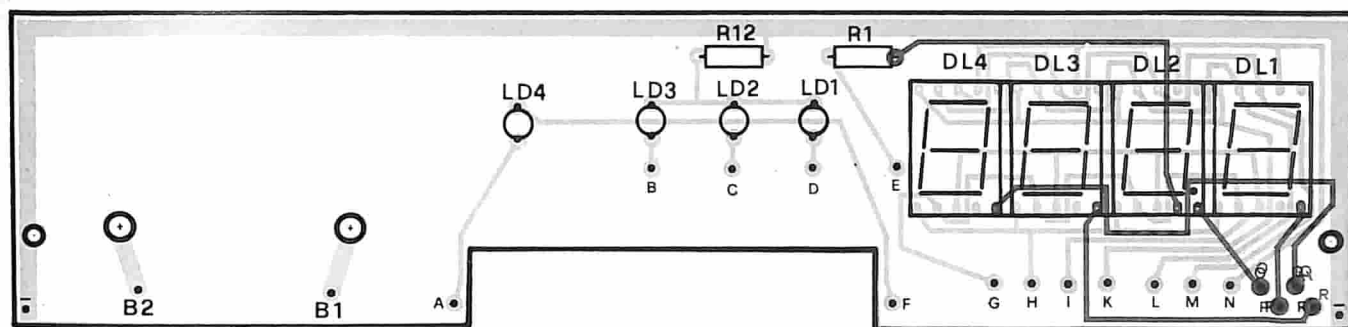
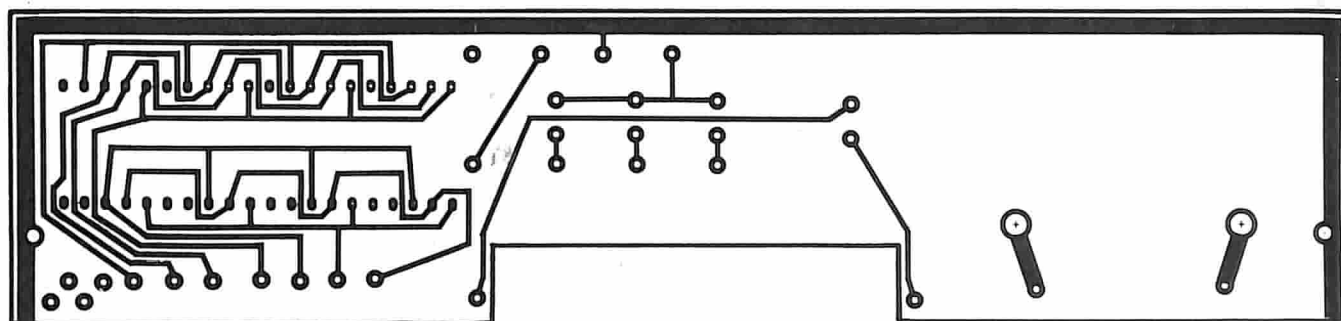

Fig. 4 - Disposizione dei componenti, sul pre-pannello, sul C.S., di figura 5 e 6.
Fig. 5 - Circuito stampato, del pre-pannello anteriore, visto dal lato rame.
Passiamo ora all'assemblaggio di tutti i componenti relativi al circuito d'ingresso (vedi schema elettrico, pubblicato nella prima parte, fig. 4). Cominciate col saldare i trimmer R1, R2, R3, R4, le resistenze R5, R6, R7, R8, R9, R10, R11, R13, R14, R15, i condensatori C1, C2, il diodo Zener Z1, facendo molta attenzione alla sua polarità, il Transistore TR1, rispettandone la di-
N.B. - I punti indicati nello schema elettrico di fig. 5 e cioè: D, B, F, E, C, A, OV, non figurano sul circuito stampato in quanto già collegati.
L'ultima fase è rappresentata dal montaggio del pannello anteriore, per questo fate riferimento, alla fig. 4, dove viene illustrato il disegno serigrafico, relativo ai componenti, mentre in fig. 5 e 6, vengono illustrati rispettivamente, il disegno del circuito stampato in scala 1:1, visto dal lato rame e il disegno della pista superiore, vista dal lato componenti. Iniziate col saldare i Display DL1, DL2, DL3, DL4, i diodi Ld1,